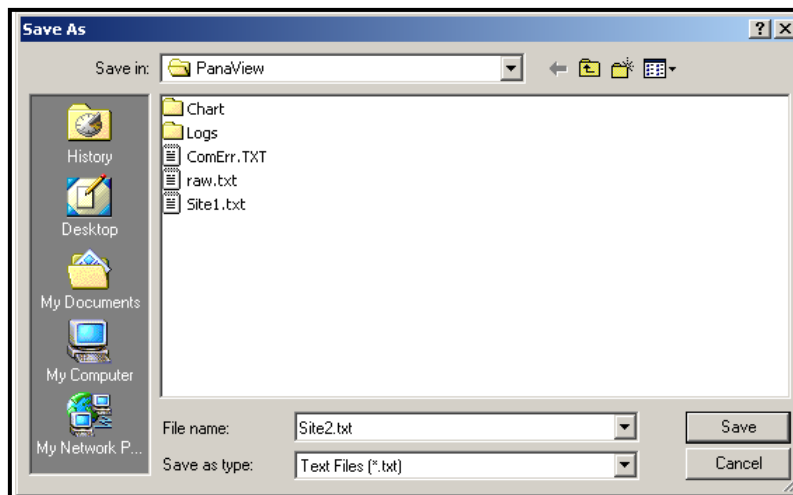

Figura 30: Ventana Guardar como
Para *guardar* la señal sin procesar, haga clic en *Guardar*. Se abre una ventana similar a Figura 30. Ingrese el nombre deseado y haga clic en *Save (Guardar)* para guardar la señal como un archivo de texto.
2. Haga clic en *Save Site to PC* (Guardar sitio en la PC). Se abre una ventana similar a Figura 30 en la página 90.